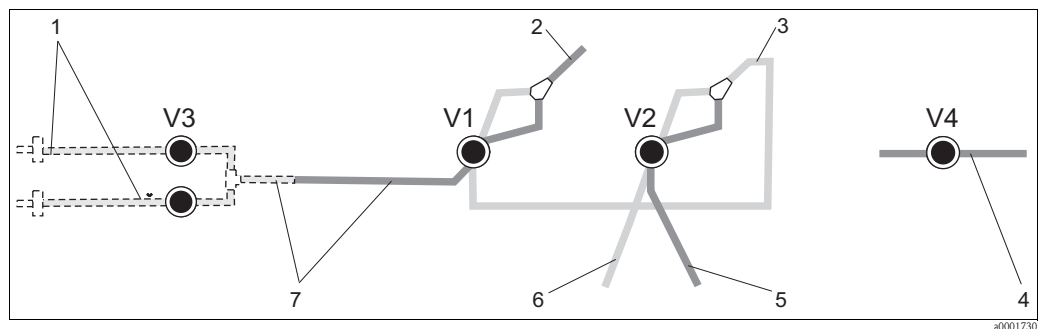

图 25: 阀和阀软管
4. 新的阀软管的安装步骤与拆卸步骤相反。请确保软管正确连接 (→ 图 25)。